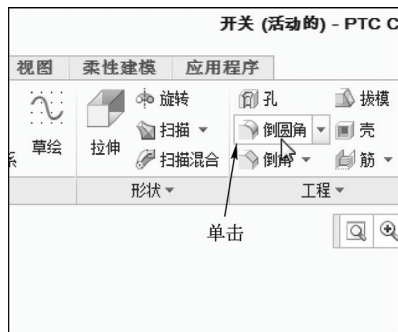

图 6-131 单击“倒圆角”按钮
STEP 02 在功能区选项板的“模型”选项卡中，单击“工程”面板中的“倒圆角”按钮 ，如图 6-131 所示。